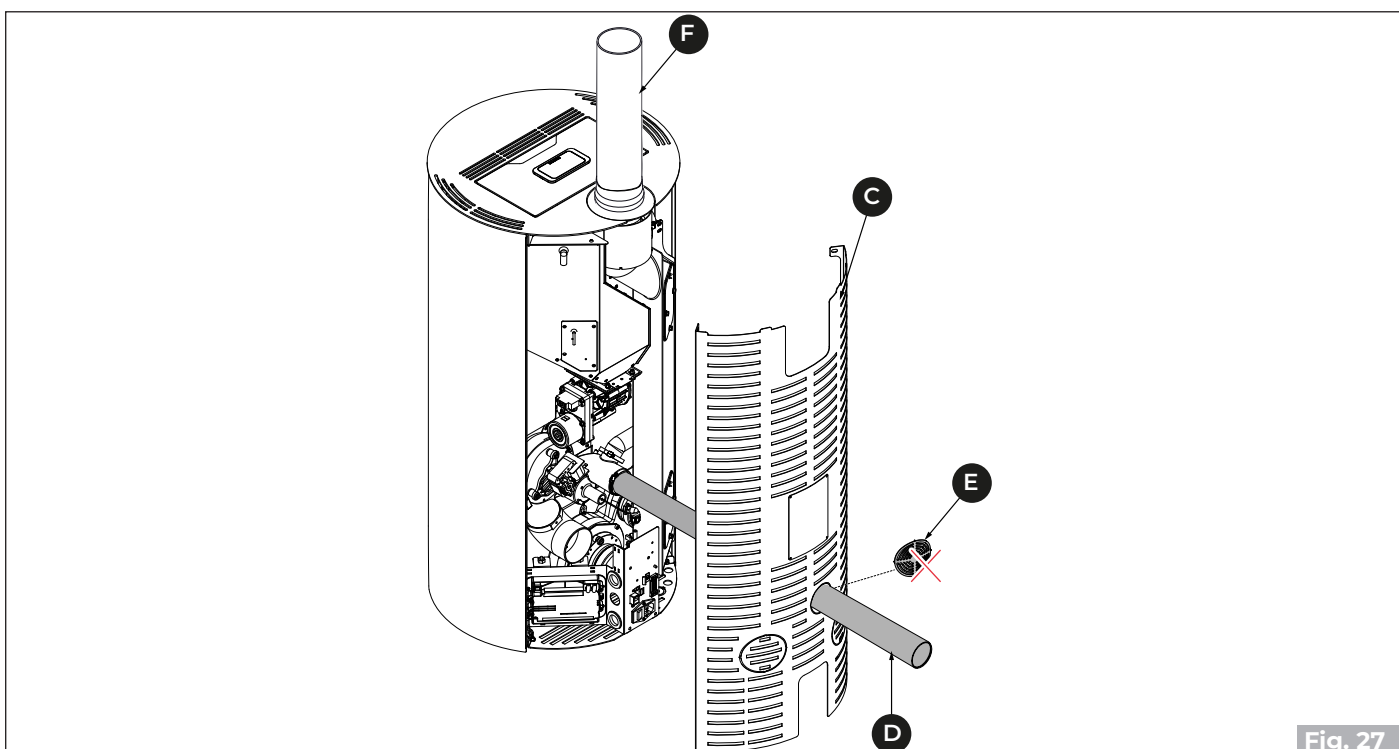

Fig. 27
- Togliere il pretranciato (E) sullo schienale (C) e far passare il tubo flessibile (D) per collegarlo ad una presa d'aria esterna
- Rimontare lo schienale (C) e i laterali, procedendo come descritto nel libretto prodotto
- Collegare il tubo uscita fumi (F) "Fig. 27"